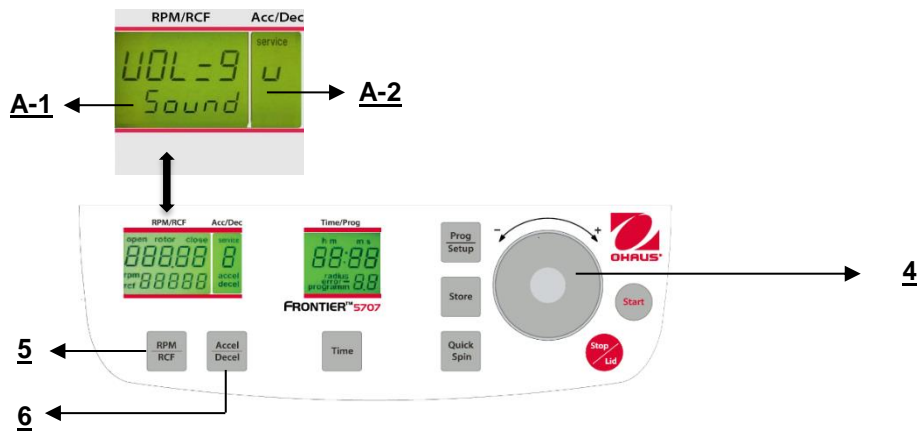

Abbildung. 30
Fahren Sie fort wie unter Punkt 4.1.2 beschrieben, um in den Programmmodus einzutreten und drücken Sie dann die Taste **"Accel/Decel"**(6). Auf der Anzeige **"Acc/Dec"** (A-2) blinkt das Wort **"Service"**. Wählen Sie nun den Buchstaben **"U"** mit Hilfe des Anpassungs Wählscheibe (4). Als Ergebnis erscheinen auf der Anzeige **"RPM/RCF"** (A-1) die Worte **"Vol=0- 9/Sound"**. Nach dem Drücken der Taste **"RPM/RCF"** (5), können Sie die gewünschte Lautstärke zwischen 0 (leise) und 9 (laut) mit dem Anpassungs Wählscheibe (4) anpassen (siehe Abbildung 30).